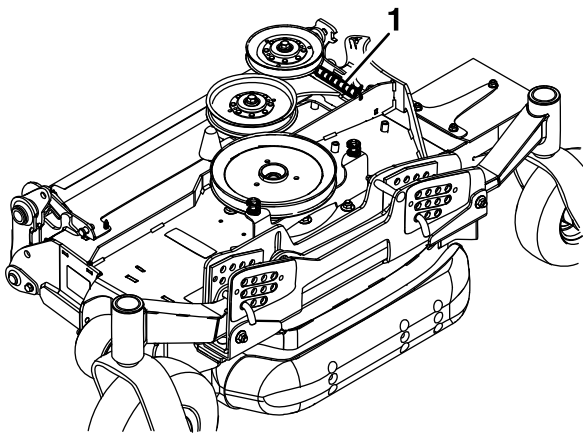

Figure 87
- 23. Pour faciliter l'installation des tabliers latéraux, décrochez avec précaution l'extrémité exposée du ressort qui exerce une pression sur l'arrière du capot du tablier latéral (**Figure 87**).